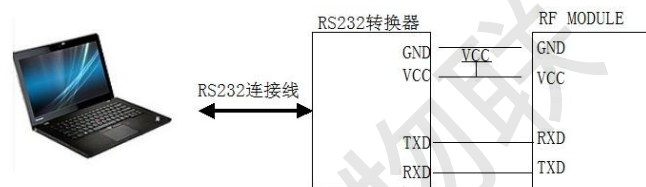

图 8.1 无线模块和电脑连接示意图（TTL）
- 2、把电脑串口用转换器转成相应的电平后和模块连接，如图 8.1 所示。